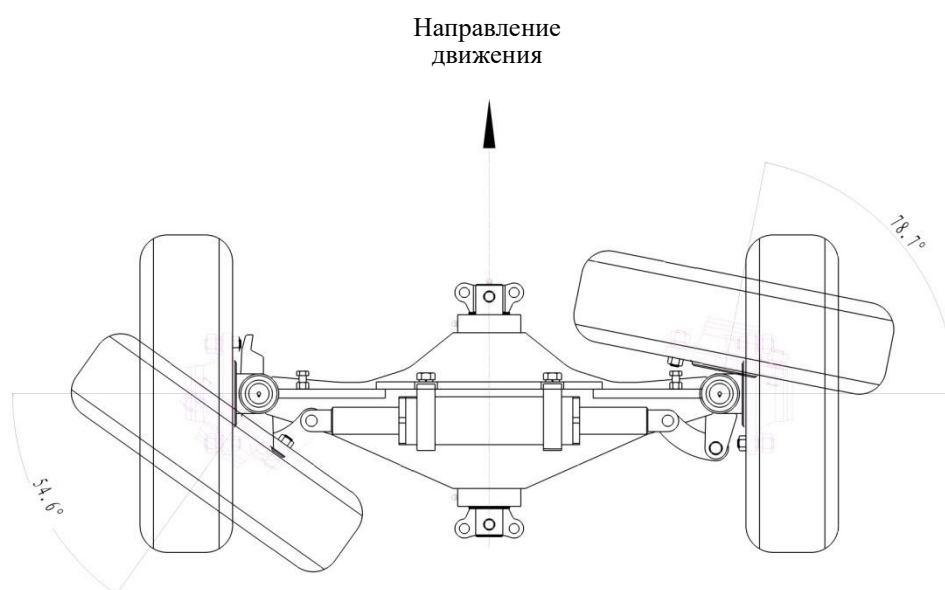

Рис. 3-3 Рулевая ось
(1) Рулевая ось: рулевая ось имеет сварную стальную конструкцию с поперечным гидроцилиндром. Угол поворота для внутреннего колеса составляет $54,6^\circ$, для внешнего — $78,7^\circ$. (См. рис. 3-3)